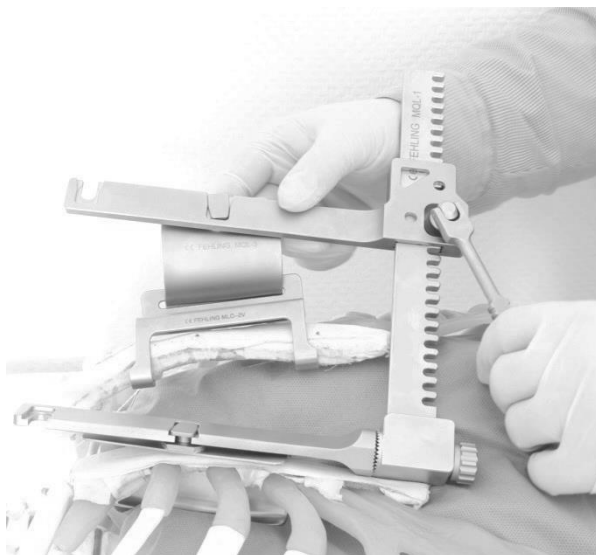

Abb. 14
- Aufspreizen des Retraktors bis zur gewünschten Exposition des Thorax (Abb. 14).